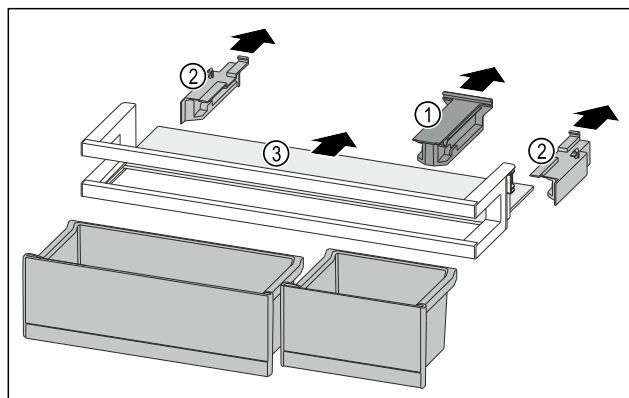

Fig. 92
- ▶ Изтеглете задържащата част Fig. 92 (1).
- ▶ Изтеглете страничните части Fig. 92 (2).
- ▶ Свалете рафта Fig. 92 (3).